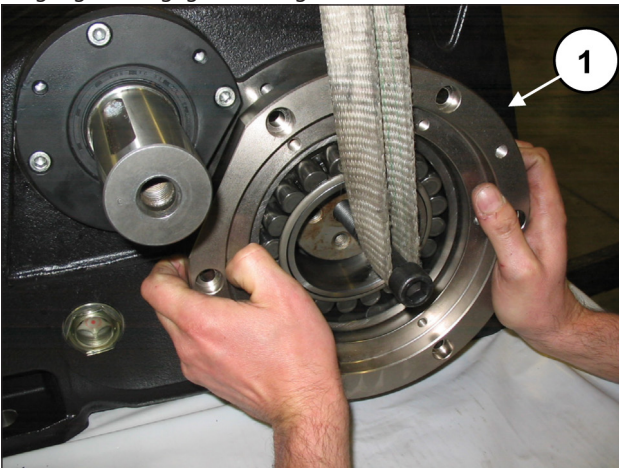
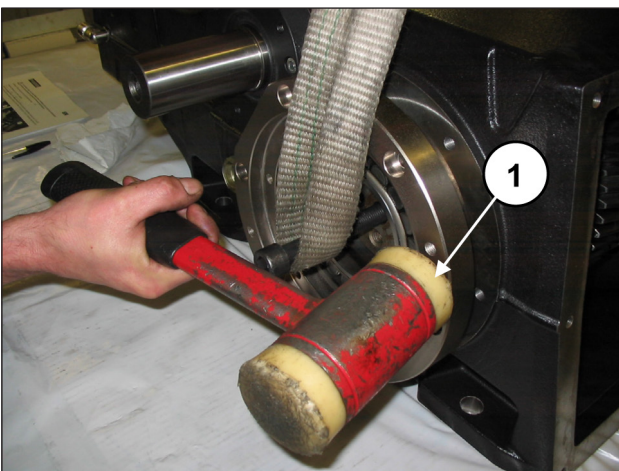

Abb. 73
Abb. 74
Wiederholen Sie den Vorgang beim anderen Deckel. Arretieren Sie die drei Pleuelgruppen mit dem entsprechenden Werkzeug Art. 27566200 (Pos. ①, Abb. 41). Setzen Sie zwei Gewindestifte M16 an das Ende der Kurbelwelle und treiben Sie bei angehobener Welle (Pos. ①, Abb. 73) den Lagerdeckel samt Lager und O-Ring (Pos. ①, Abb. 74) mithilfe eines Schlagwerks ein. Wiederholen Sie den Vorgang an der gegenüberliegenden Seite.